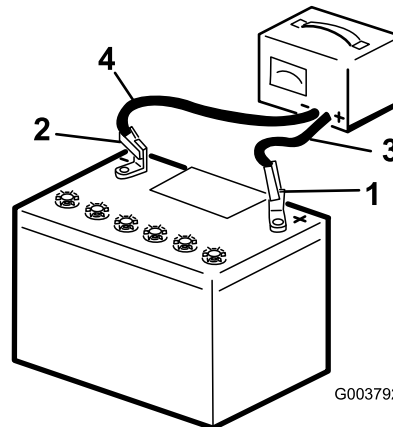

Figure 57
2. Branchez le câble positif du chargeur de batterie à la borne positive de la batterie (Figure 57).
3. Branchez le câble négatif du chargeur de batterie à la borne négative de la batterie (Figure 57).
5. Quand la batterie est chargée au maximum, débranchez le chargeur de la source électrique, puis débranchez les fils du chargeur des bornes de la batterie (Figure 57).